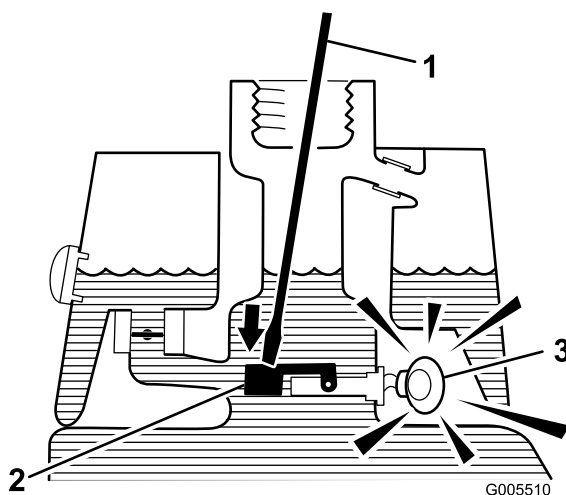

Figura 31
3. Inserite nel collo del serbatoio un'asta o un cacciavite puliti, e premete con cautela l'interruttore galleggiante (Figura 31). Dopo un secondo dovrebbe scattare l'allarme.